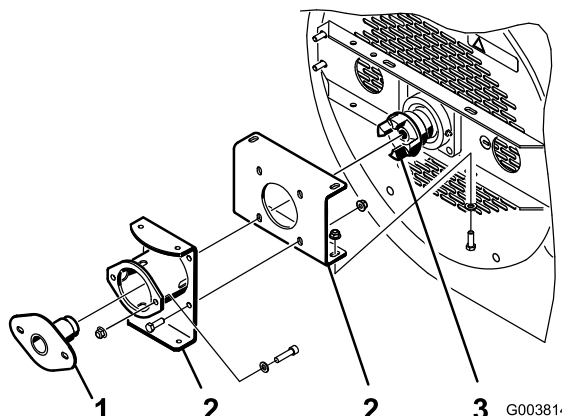

Figura 9
1. Accertatevi di avere montato le staffe sull'alloggiamento del soffiatore lasciando i bulloni e i dadi lenti (Figura 9).
2. Inserite l'attrezzo di allineamento dei cuscinetti attraverso le staffe di montaggio e quindi nell'accoppiatore della ventola (Figura 9).